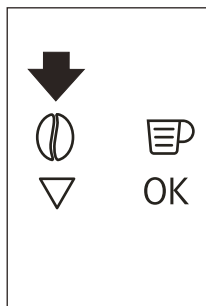

Fig. 15
- ▶ Se, dopo aver fatto funzionare la macchina utilizzando caffè pre-macinato, si vuole ritornare a fare caffè utilizzando i chicchi, è necessario disattivare la funzione caffè pre-macinato ripremendo l'icona Ⓞ (B4) (Fig. 15).